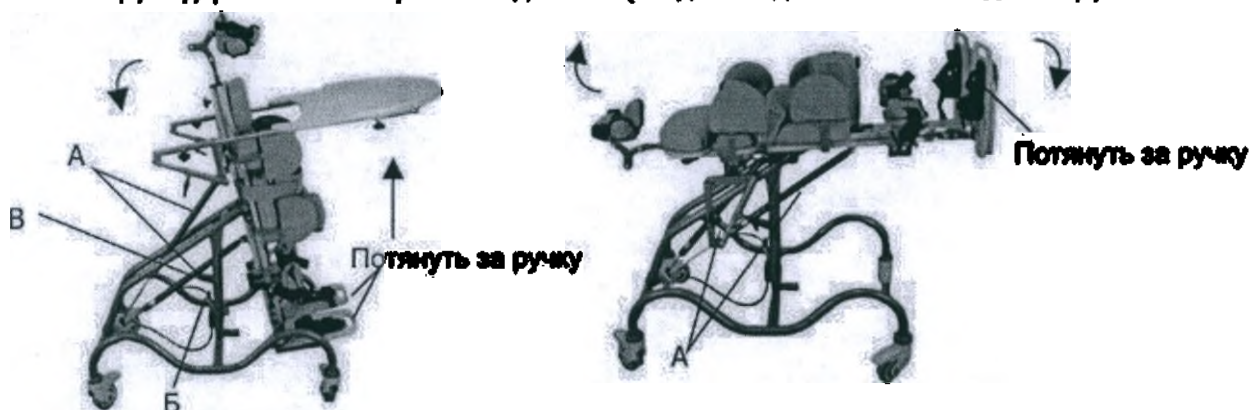

Рис.99
1) Регулировка поворотного ложа по углу наклона (рис.99)